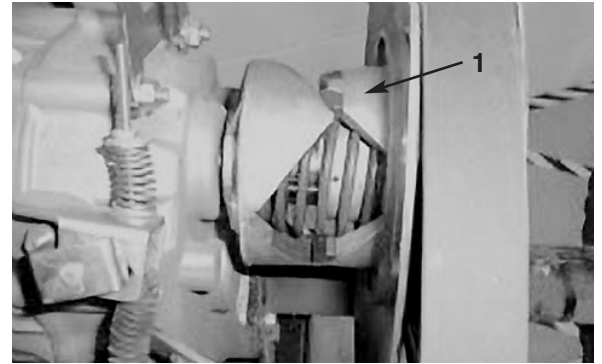

Figure 17
3. Vérifiez que la boîte-pont est verrouillée au point mort en tournant l'embrayage secondaire (Fig. 17). Les roues ne doivent pas tourner.